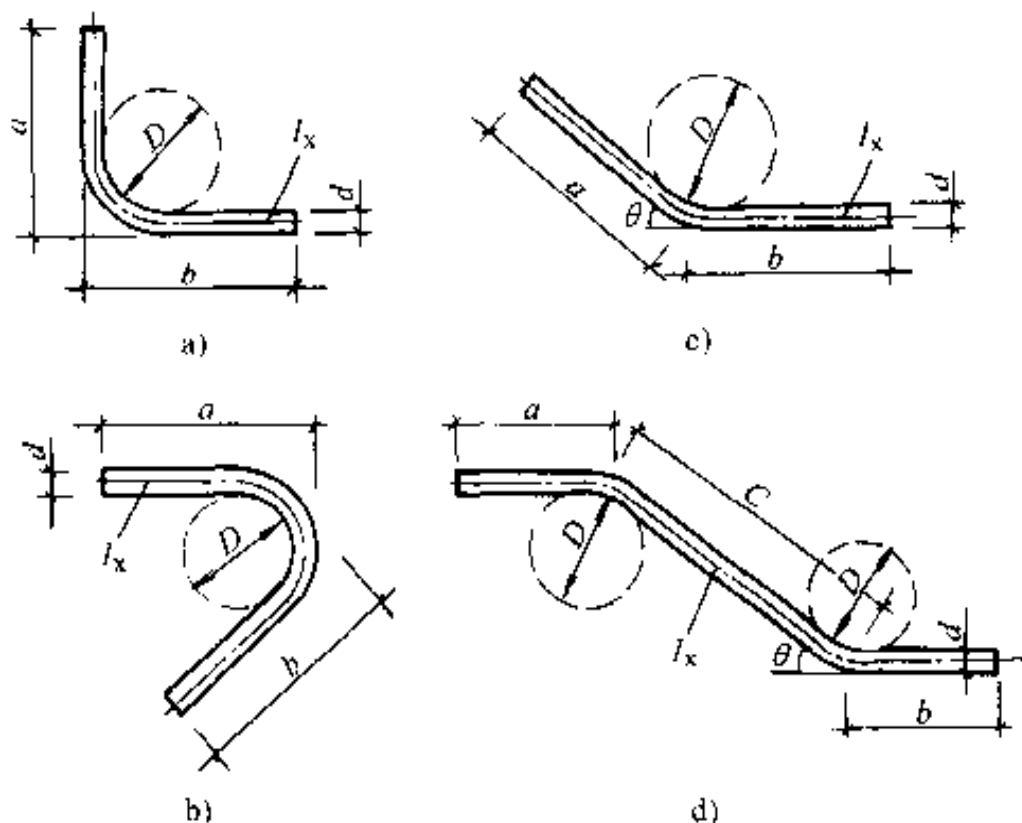

图 7-3 钢筋弯曲型式及调整值计算简图
钢筋弯曲常用型式及调整值计算简图，如图 7-3 所示。
不同级别钢筋弯折  $90^\circ$  和  $135^\circ$  时 (图 7-3a、b) 的弯曲调整值参见表 7-2。对一次弯折钢筋 (图 7-3 c) 和弯起钢筋 (图 7-3 d) 的弯曲直径  $D$  不应小于钢筋直径  $d$  的 5 倍, 其弯折角度为  $30^\circ, 45^\circ, 60^\circ$  的弯曲调整值参见表 7-3。
2. 弯曲图见图 7-3 钢筋弯曲调整值计算简图 (a)、(b)。
注：弯曲图见图 7-3 钢筋弯曲调整值计算简图 (c)、(d)。